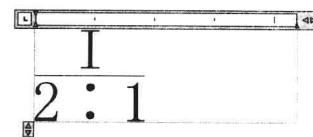

图 5-2-22
(2) 右击，弹出菜单，选择“堆叠”，选择的文字由水平线分隔，如图 5-2-22 所示。